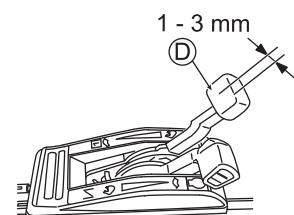

Fig. 33
Réglez le jeu du levier de changement de vitesse (D) à 1 - 3 mm ainsi qu'ilustré dans la Fig. 33.
3. Démarrez le moteur et vérifiez que la vitesse de tonte change lorsque vous activez le levier de changement de vitesse (D).